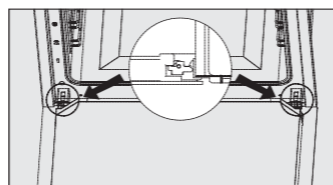

рис.1
- Полностью откройте дверцу.(рис.1)